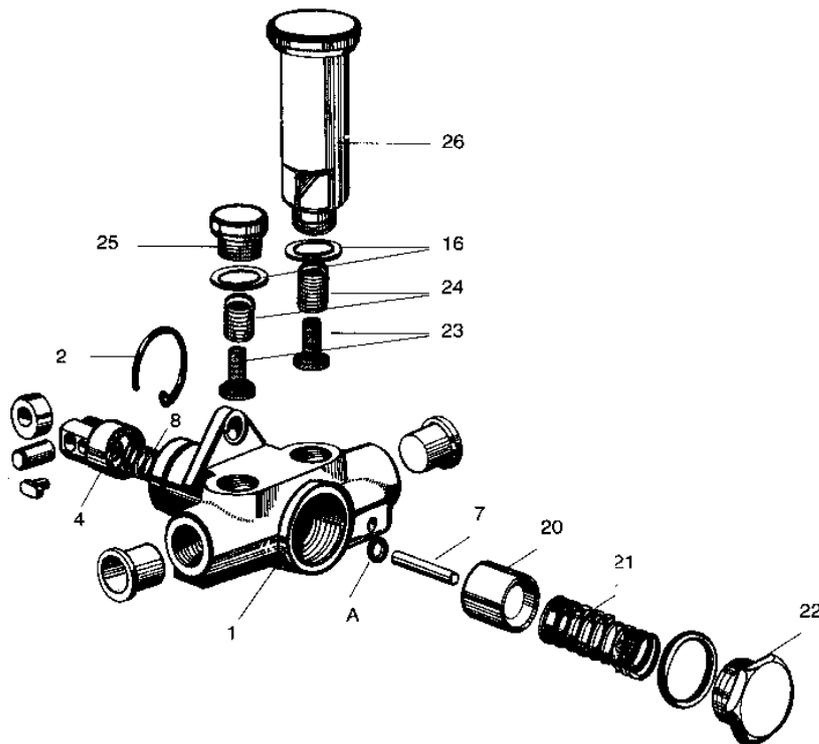

Fig.6
*i) Démontage, vérification et montage de la pompe d'alimentation (fig.6)*